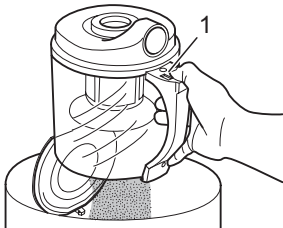

Abb. 17
5. Drücken Sie die Entriegelungstaste (Abb. 17/1). Der Boden öffnet sich und der Staub fällt in den Mülleimer.